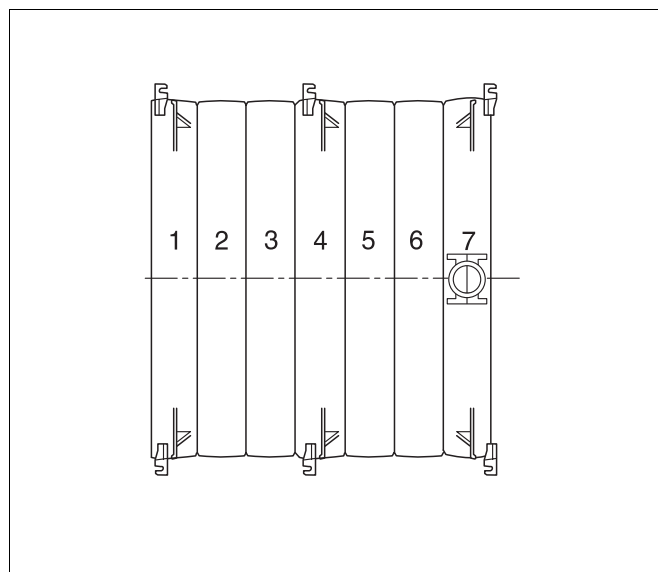
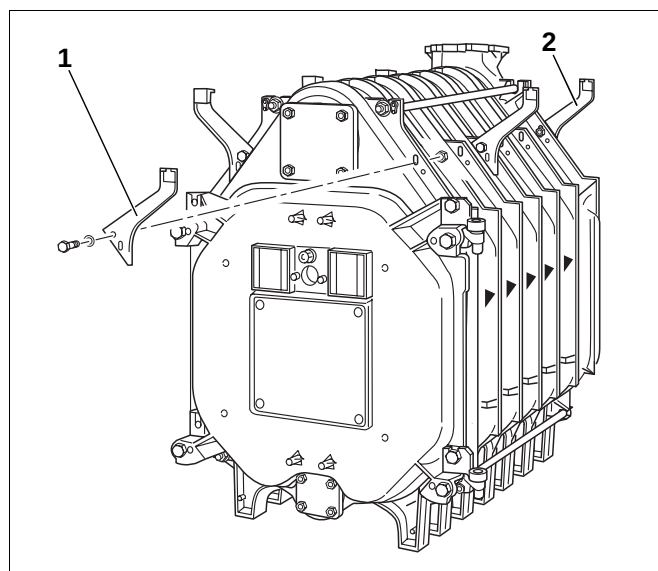

Fig. 34 Sett ovenfra; kjelblokk (7 elementer) med konsoller
Fig. 35 Montasje – konsoller
- Skru konsollene for kjelmantelen løst på venstre og høyre side av kjeleelementenes øvre ribber i henhold til tabellen nedenfor og fig. 34 og fig. 35.
Konsollene på forelementet og på midtelementene (fig. 35, **pos. 1**) må alltid skrues på kjeleelementenes ribber forfra. Konsollene på bakelementet (fig. 35, **pos. 2**) skal skrues på ribbene på baksiden av bakelementet.